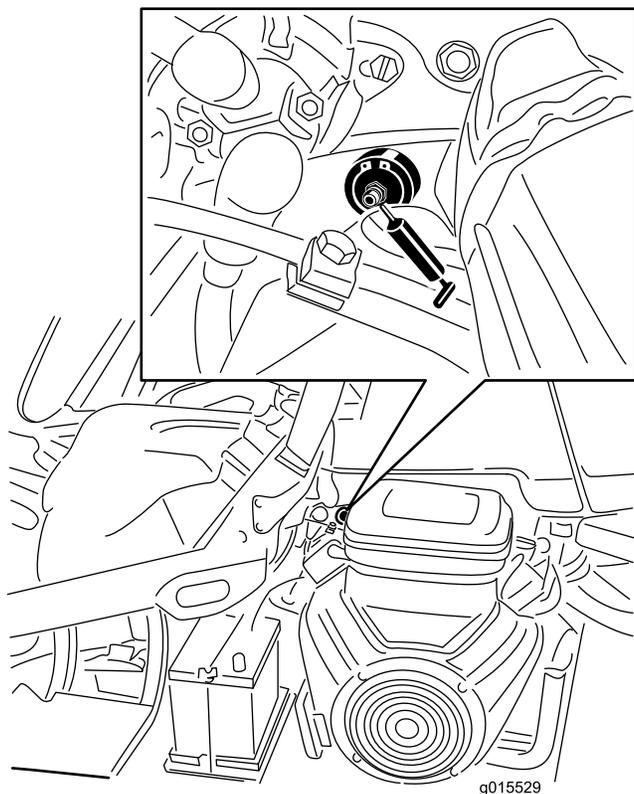

Рисунок 25
1. Во избежание попадания загрязнений в подшипник и втулку дочиства протрите все масленки (Рисунок 25).